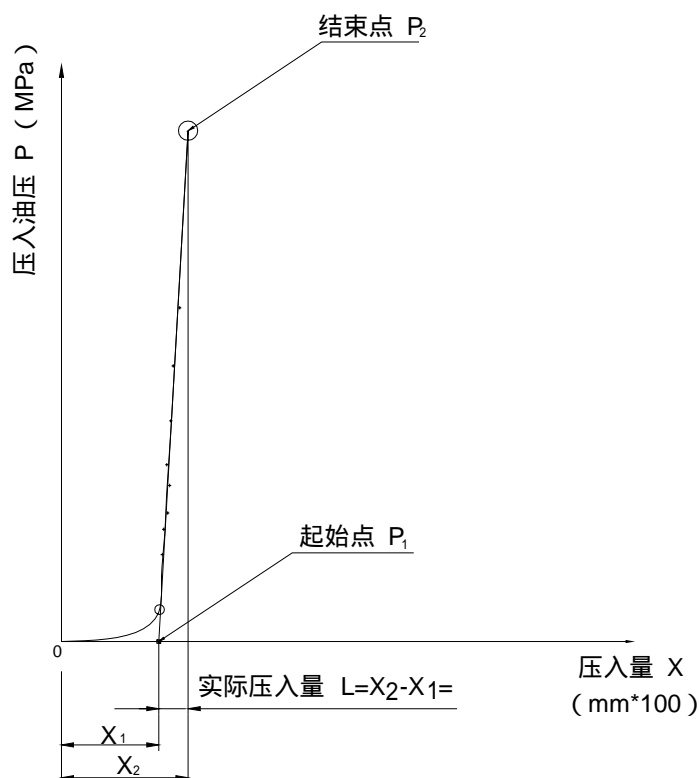

图 2 起始点位置的确定
6.7 用手摇泵缓慢给液压螺母加压，同时注意观察千分表指针的读数变化。记录油压分别为 0MPa，5MPa，10MPa，15MPa 对应的压入量（此时压入量的参考点可以任意取，但要考虑测量的方便性），记录表格见附录 A。然后暂停压入。将上述数据点画在横轴为压入量，竖轴为压力的压力曲线绘制表中，见附录 B。将这些点用线条连起来形成一条曲线，然后作一根斜线，使其通过大部分的数据点，该斜线的延长线与横轴的交点即为压入起始点，见图 2。